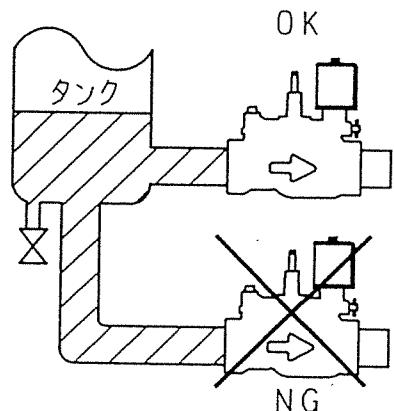

図6
- (8) タンク内の水の排出制御を行なう場合には、タンクの底に配管を設置しますと堆積した異物が管内に流れ込み電磁弁が動作不良となることがありますので、タンクの底から少し上に設置してください。(図6参照)